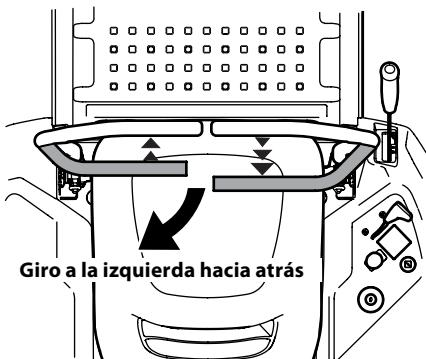

Figura 3-8
- Para girar a la izquierda mientras se desplaza marcha atrás, mueva la palanca de control del lado izquierdo hacia adelante respecto de la palanca derecha. Consulte la Figura 3-8.